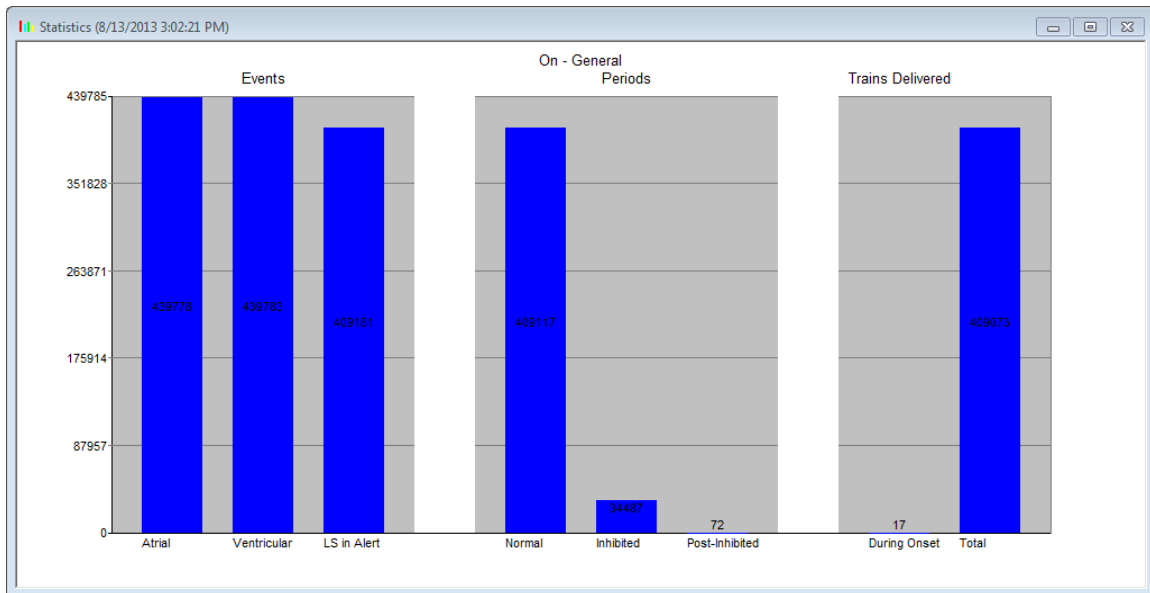

Abbildung 26: Histogramm der Statistik
- **Graphic (Grafik):** Zeigt ein Histogramm der Statistiken aus der aktiven Registerkarte an – Siehe Abbildung 26.